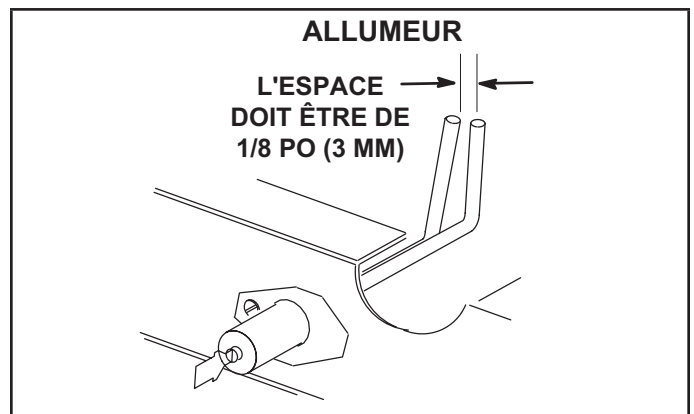

FIGURE 42
- 4 - Localisez l'allumeur sous les brûleurs de gauche. Vérifiez l'écartement des contacts à l'aide de mèches hélicoïdales ou de jauges d'épaisseur de la taille appropriée. Reportez-vous à la FIGURE 42.